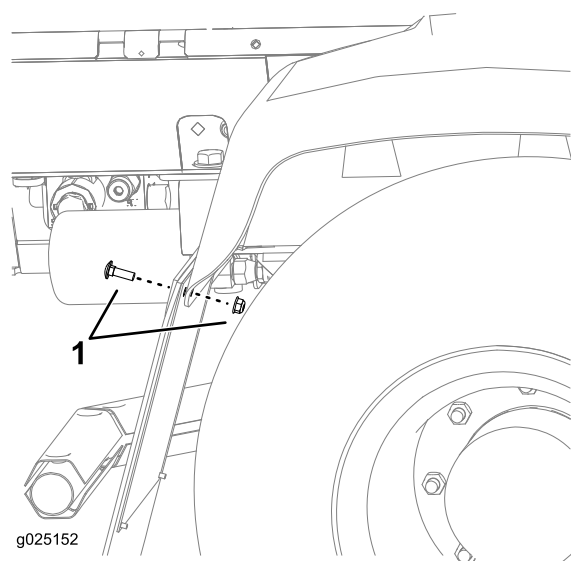

Figura 2
1. Retire las fijaciones existentes del protector del neumático derecho (Figura 2).